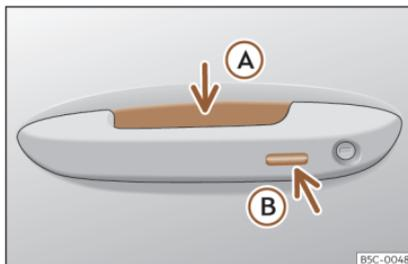

Fig. 82 Manecilla de la puerta: superficies sensoras
»» fig. 82
- Empuñe la manecilla de una de las puertas delanteras. Al hacerlo se toca la superficie sensora»» fig. 82 (A) (flecha) de la manecilla y se desbloquea el vehículo.
- Toque *una vez* la superficie sensora de bloqueo»» fig. 82 (B) (flecha) de la manecilla de una de las puertas delanteras. La puerta »»
- Toque *una* vez la superficie sensora >>> **fig. 82 B** (flecha) de la manecilla de una de las puertas delanteras. El vehículo se bloquea con el sistema de seguridad "Safe" >>> **pág. 112**. La puerta cuya manecilla se acciona deberá estar cerrada.
- Toque *dos* veces la superficie sensora >>> **fig. 82 B** (flecha) de la manecilla de una de las puertas delanteras para bloquear el vehículo sin activar el sistema de seguridad "Safe" >>> **pág. 112**.
- Pulse el botón de cierre  del mando a distancia y toque una vez, dentro de los 5 segundos siguientes, la superficie sensora de bloqueo de la manecilla de la puerta del conductor >>> **fig. 82 B**. No agarre la manecilla de la puerta, de lo contrario el vehículo no se bloqueará. También es posible llevar a cabo la desactivación si se bloquea el vehículo a través de la cerradura de la puerta del conductor.
Para **cerrar con la función de confort** todas las ventanillas eléctricas y el techo de cristal, mantenga un dedo durante unos segundos sobre la superficie sensora de bloqueo >>> **fig. 82 B** (flecha) de la manecilla de la puerta hasta que se hayan cerrado las ventanillas y el techo.
Las superficies sensoras de las manecillas de las puertas podrían activarse al recibir un chorro de agua o de vapor a gran presión en el caso de que hubiera alguna llave del vehículo válida en la zona próxima. Si al menos una de las ventanillas con elevación eléctrica está abierta y se activa la superficie sensora >>> **fig. 82 B** (flecha) de
- **O BIEN:** toque *dos veces* la superficie sensora situada en la parte exterior de la manecilla de la puerta»» **fig. 82** .